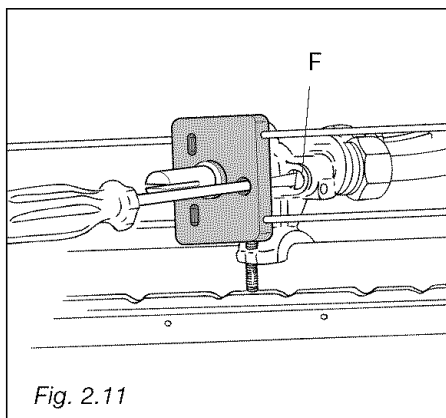

Fig. 2.11
- En vous servant d'un tournevis fin, passez par le trou du microcontact et tournez la vis F jusqu'à ce que le réglage soit correct (fig. 2.11).